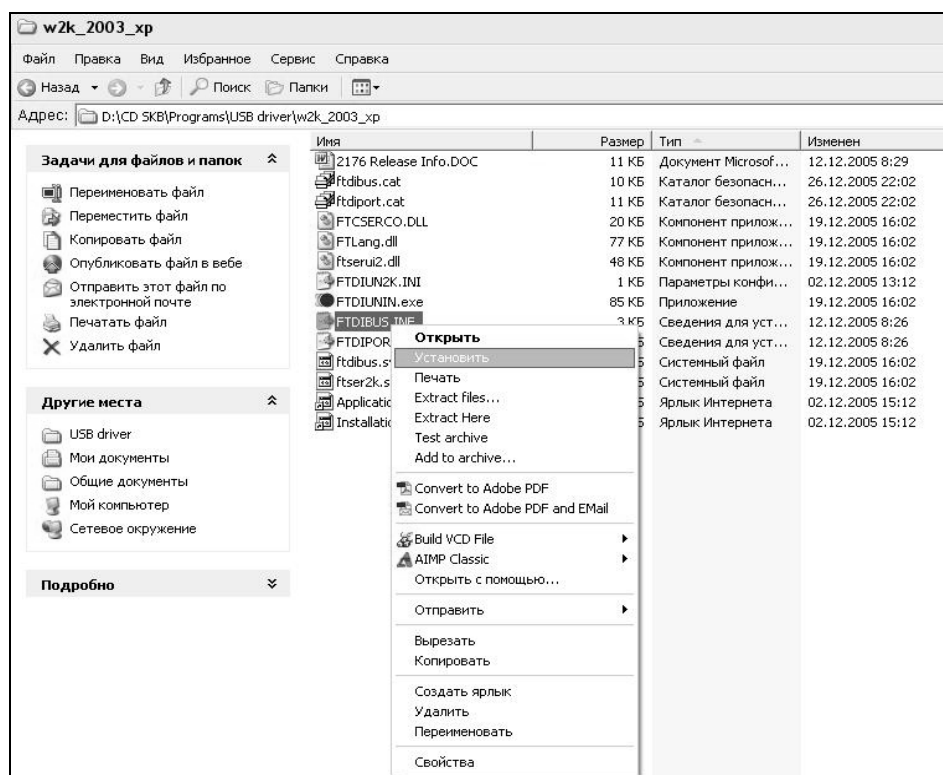

Рисунок 9 – Окно ручной установки драйвера
- нажать правой клавишей мыши на файле FTDIBUS.INF в выпадающем меню выбрать пункт «Установить» (рисунок 9);